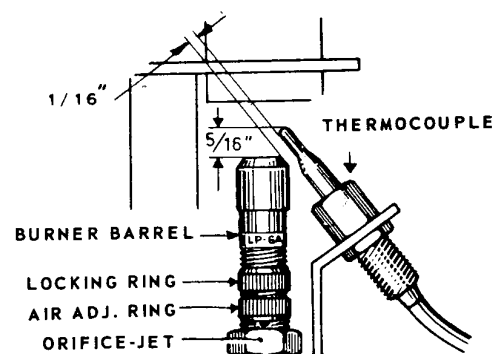

Fig. 26
24. THE CYLINDRICAL BURNER "H" (see fig. 26)